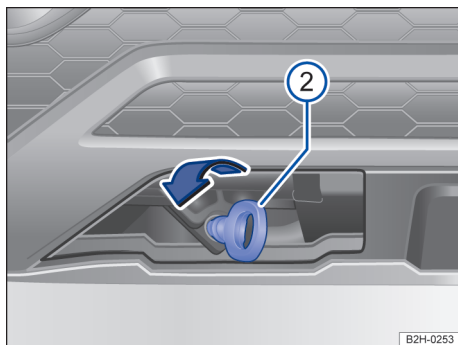

Fig. 168 No para-choque dianteiro à direita: rosquear a argola de reboque.
- Rosquear a argola de reboque tão firme quanto possível **no sentido anti-horário** no alojamento → Fig. 168 ②.
- Utilizar um objeto apropriado com o qual a argola de reboque possa ser rosqueada com firmeza no alojamento → ①.